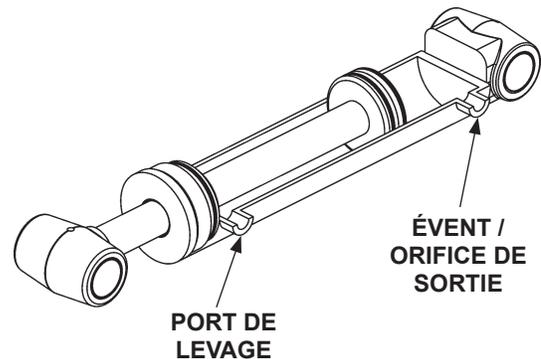

FIG. 36-1
5. Vérifiez le vérin hydraulique. Avec la plate-forme au sol, retirez le bouchon de l'évent ou la ligne d'évent de l'évent/orifice de sortie du vérin (FIG. 36-1). Relevez la plate-forme à hauteur de plancher. Laissez le moteur de la pompe tourner deux secondes de plus pendant que vous vérifiez la présence de fluide hydraulique dans l'évent/orifice de sortie. Il est normal que quelques gouttes de fluide hydraulique s'échappent de l'évent/orifice de sortie ; toutefois, si elles s'écoulent en abondance de l'évent/orifice de sortie, les joints du piston sont usés. Remplacez les joints.